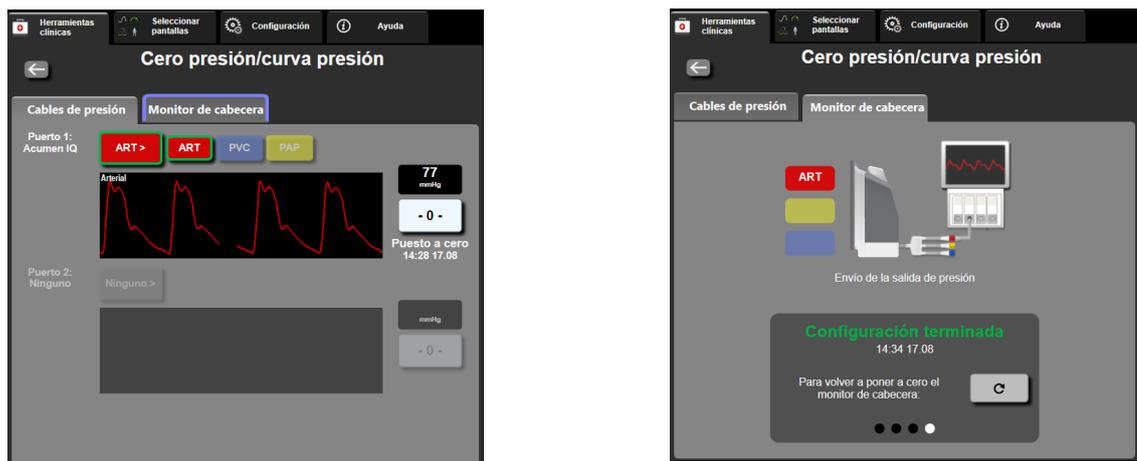

Figura 10-2 Pantalla Cero presión/curva presión – Puesta a cero de sensor y salida de presión
- 5 Toque el icono de **Transmitir curva**  para iniciar la salida de la señal de presión al monitor de cabecera. Se mostrará el mensaje “**Configuración terminada**” cuando se esté transmitiendo la curva en vivo al monitor de cabecera conectado. Consulte la pantalla derecha que se muestra en la figura 10-2 en la página 187.